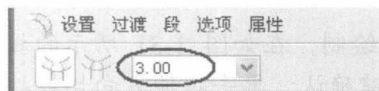
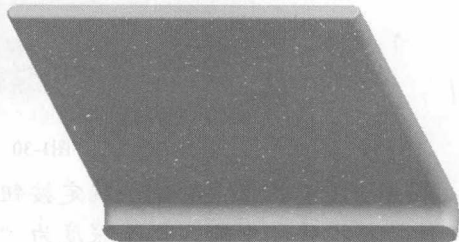

图1-24 输入倒圆角半径
图1-25 产生圆角
14. 在如图 1-24 所示的倒圆角特征操作栏中输入半径“3”，按 **Enter** 键确认，单击 ☒ 按钮，结果如图 1-25 所示。